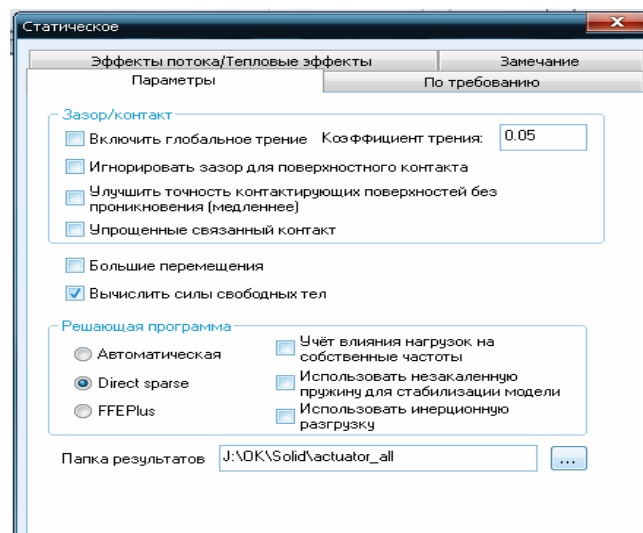

Рисунок 5.2 – Выбор параметров решающей программы
3. **Выбираем** решающую программу – Direct Sparse (рис. 5.2)